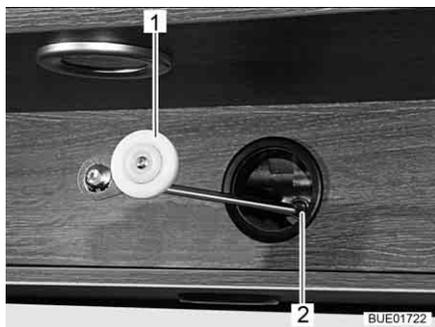

Fig. 112 Comando meccanico, azionamento
- Inserire nell'alloggiamento del motore (Fig. 112,2) la manovella (Fig. 112,1) a disposizione o una chiave esagonale.